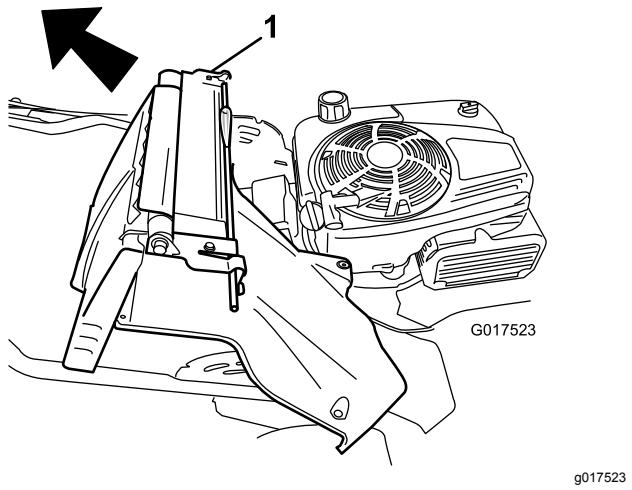

Figure 37
7. Déposez l'ensemble volet arrière et levier de verrouillage du guidon (Figure 37).